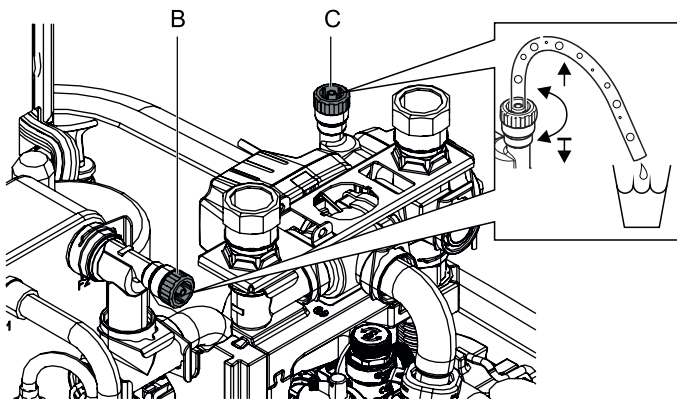

Fig. 5-4 Valvole di spurgo manuale
- Applicare un tubo alla valvola di spurgo manuale (fig. 5-4, pos. B) e allontanarlo dall'apparecchio. Aprire la valvola fino alla fuoriuscita dell'acqua.
- Applicare un tubo alla seconda valvola di spurgo manuale (fig. 5-4, pos. C) e aprire fino alla fuoriuscita dell'acqua.